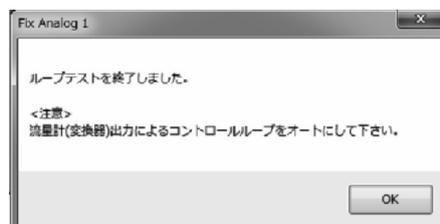

図125
- ⑤ 「Stop」ボタンをクリックすると、メッセージボックス(図125)が表示されますので、「OK」ボタンをクリックしてください。